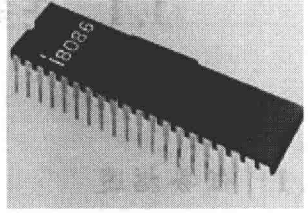

图 1-3 8086
- 1978 年确立 x86 地位,创造商业奇迹的 16 位微处理器 8086,如图 1-3 所示。